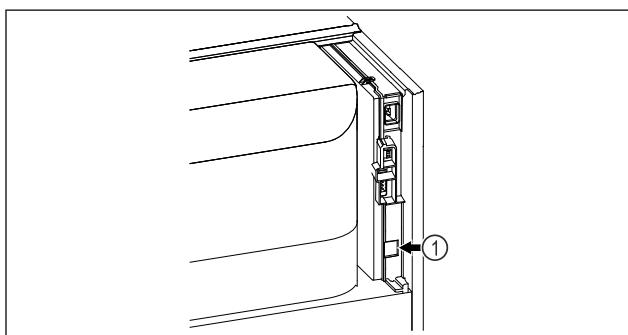

Fig. 132
- Vstavljen je SmartModule Fig. 132 (1).